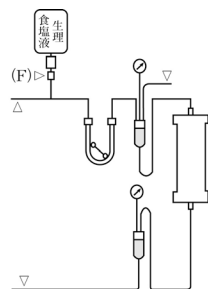

図 4 洗浄の終了
- 3) 返血回路の返血口部 (E) をクランプする。
- 4) ローラーランプ (F) を閉めて輸液ラインを止める。(図 4)